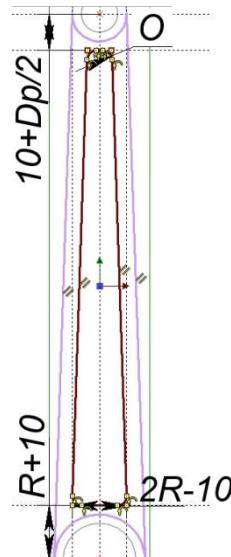

Рис. 2.8 – 3D профиль облегчения в шатуне
2.4.7 Создайте на боковой грани стержня шатуна облегчение с целью снижения массы при достаточной прочности конструкции, как показано на рис. 2.8. Чтобы привязываться к вспомогательным прямым (а не только к точке их пересечения), на панели выбора должна быть активна пиктограмма «Точка на линии построения» ↗. Чтобы задать параллельность боковым линиям облегчения и стержня шатуна, используйте ограничение «Параллельность» ⚡ инструмента «Ограничение» ⚡ панели «Ограничения». Скругления радиусом  $O$  (5 мм) задаются инструментом ⚡. Длина верхней стороны облегчения получается автоматически.
2.4.9 Скруглите указанные на рис. 2.8д) рёбра с радиусом  $Rs$  операцией «Сглаживание» панели «Операции».